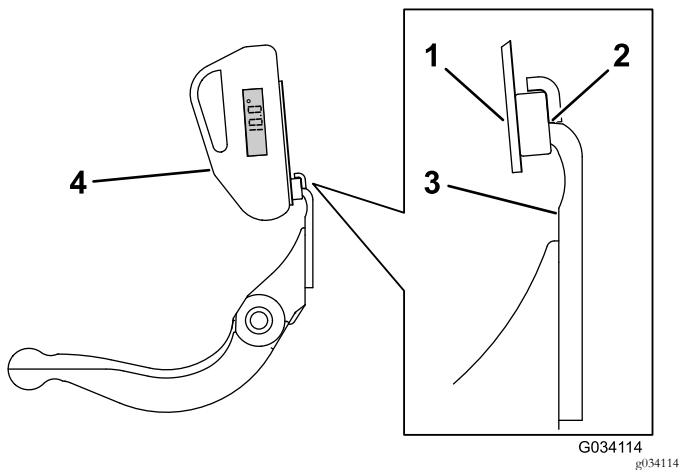

Bild 28
3. Legen Sie die Neigungsmesserbefestigung an die Kante des Untermessers, sodass die Kante des Magnets bündig mit der Kante des Untermessers ist (Bild 28).
4. Legen Sie den Neigungsmesser auf die Befestigung, wie in Bild 28 abgebildet.